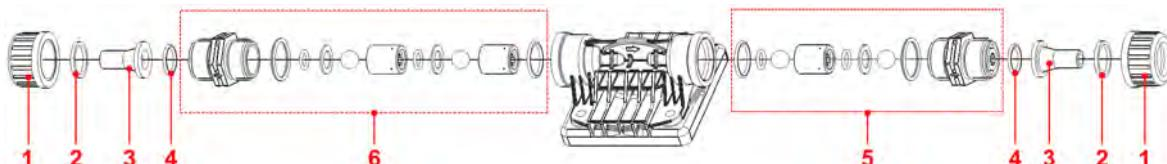

Abb. 6: Anschluss der Saug- und Druckleitung
*Ansicht Abb. 6 aus Platzgründen um 90 Grad nach rechts gedreht.*